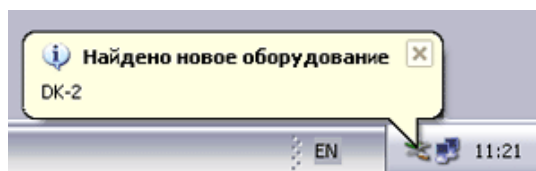

Рис. 2.1.
2.2.1.3. Операционная система выдаст сообщение на панели задач: «Найдено новое оборудование» (рис. 2.1).